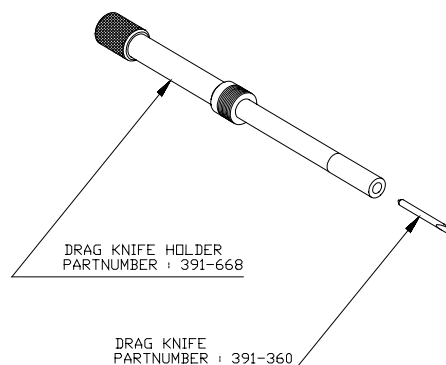

FIGURE 1-11 :
2. Introduisez la lame flottante dans le porte-couteau comme illustré dans la figure 1-11.